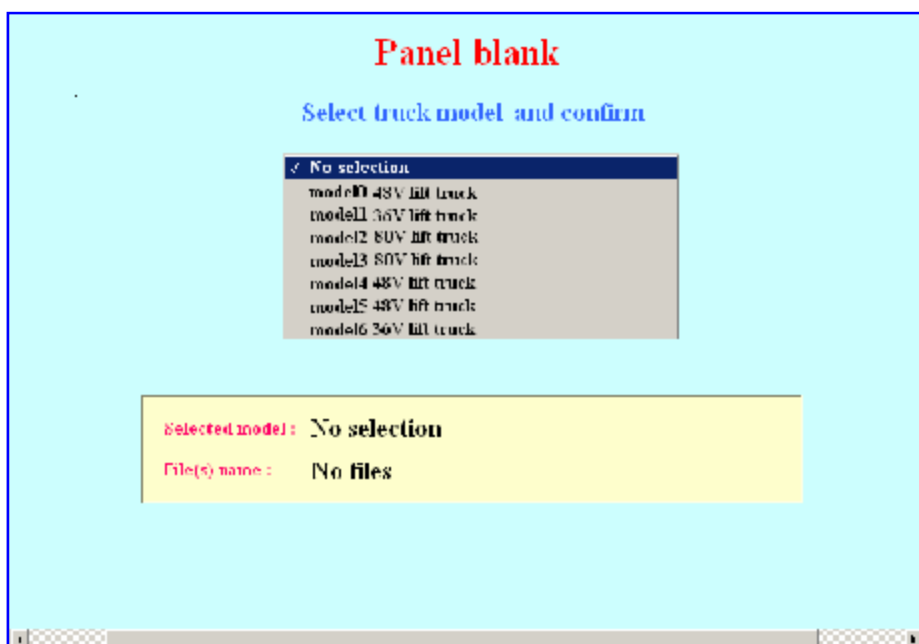

图44：升降机模式选择（面板空白时）
操作者可以从如下图所示的下拉列表框中选择升降机模式（图44）。
**注意：** 记住以下情况**闪存是空白的**：主板上不存在关于模式的信息，您无法验证您的选择是否正确（图44选择列表框列出的所有单行走电机和双行走电机系统都可用）。